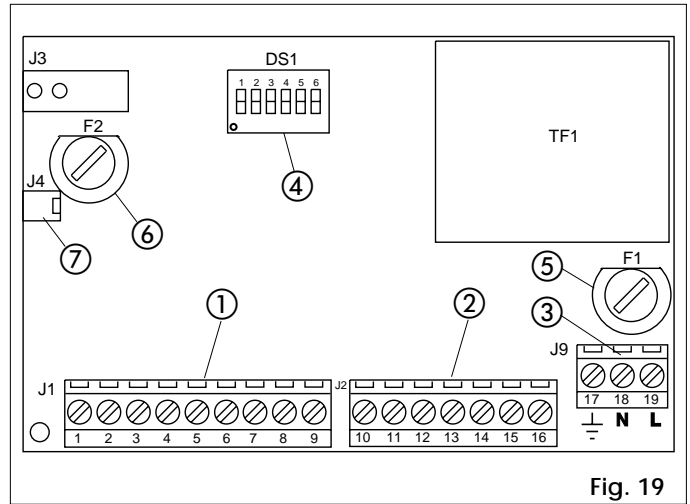

Fig. 19
Fusibles de protección	2 (ver fig.19)
① **Regleta de bornes J1 de baja tensión** (fig. 19): se utiliza para conectar todos los accesorios (ver tabla 3).
② Regleta de bornes **J2** (fig. 19)
③ Regleta de bornes **J9** (fig. 19)